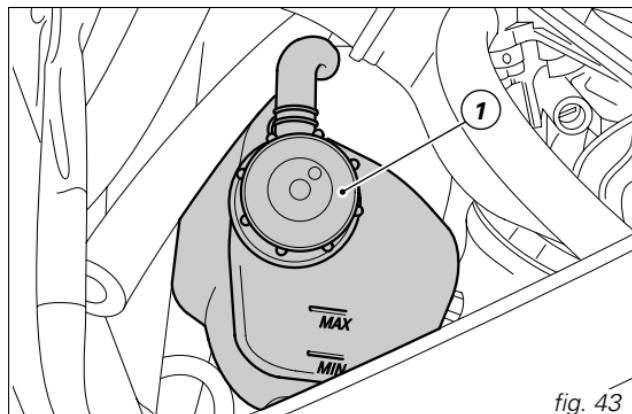

fig. 43
**Controllo livello liquido di raffreddamento (fig. 43)**